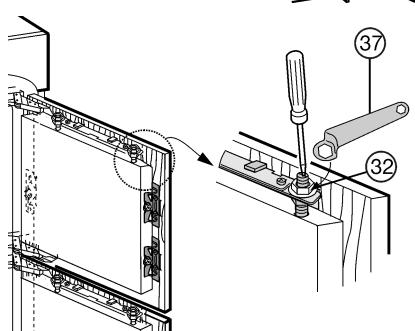

Fig. 26
- Apriete las contratuerzas Fig. 26 (32) con la llave anular Fig. 26 (37) sujetando los pernos de ajuste Fig. 26 (33) con un destornillador.